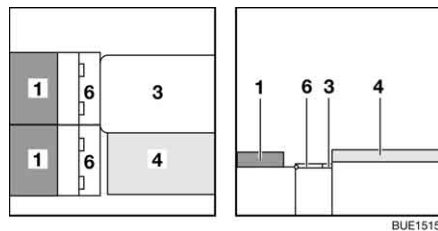

Bild 138 Während des Umbaus
- Beide Sitztruhendeckel (Bild 138,6) aufklappen und auf Tisch und Auflagen an der Sitzbank ablegen.
- Die Rückenpolster (Bild 138,1) auf die Sitztruhe legen.